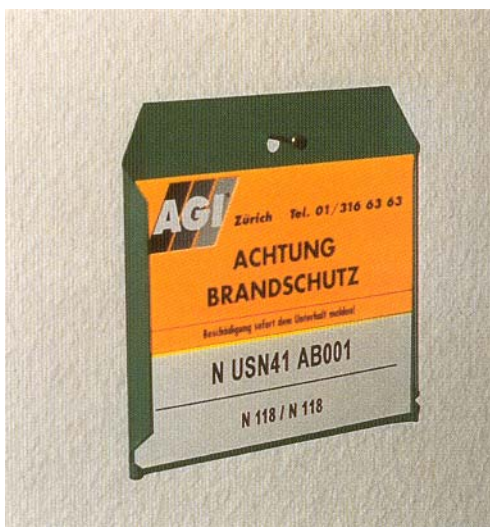

Bild 2
3. Einsetzen der Beschilderung; Daten gemäss Kundenwunsch (Bild 2).
5. Abschottung wieder geschlossen; weisses Schild = Schott i.O. (Bild 2)